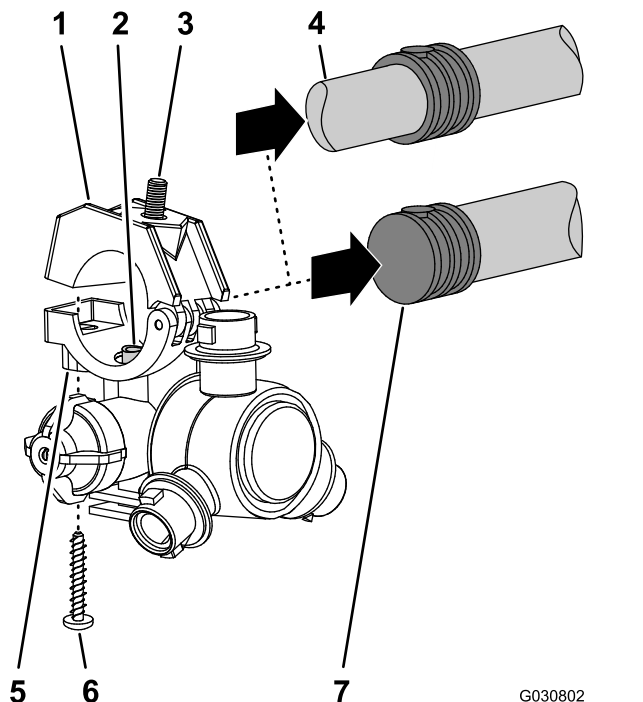

Figura 123
5. Trabajando con las 8 boquillas de fumigación que retiró en el paso 1, retire los tornillos de acero inoxidable (Nº 12 x 1 1/4") que sujetan las mitades superiores de las abrazaderas y los conectores de manguera de dentado simple o doble (3/4") al cuerpo de cada boquilla de fumigación, y retire los conectores de manguera dentado (Figura 123).